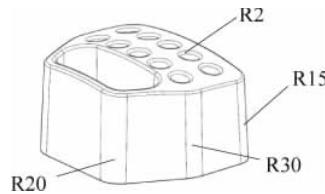
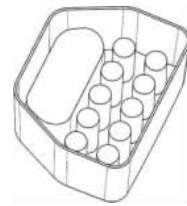

图 3-23 边倒圆特征(二)
图 3-24 创建抽壳特征
(38) 同样的方法，创建其他圆角特征，如图 3-23 所示。
(39) 在主菜单中选取“插入|偏置/缩放|抽壳”命令，在【抽壳】对话框中“类型”选“移除面，然后抽壳”，“厚度”为 2mm。
(40) 选取实体的底面为穿透面，单击“确定”按钮，创建抽壳特征，如图 3-24 所示。